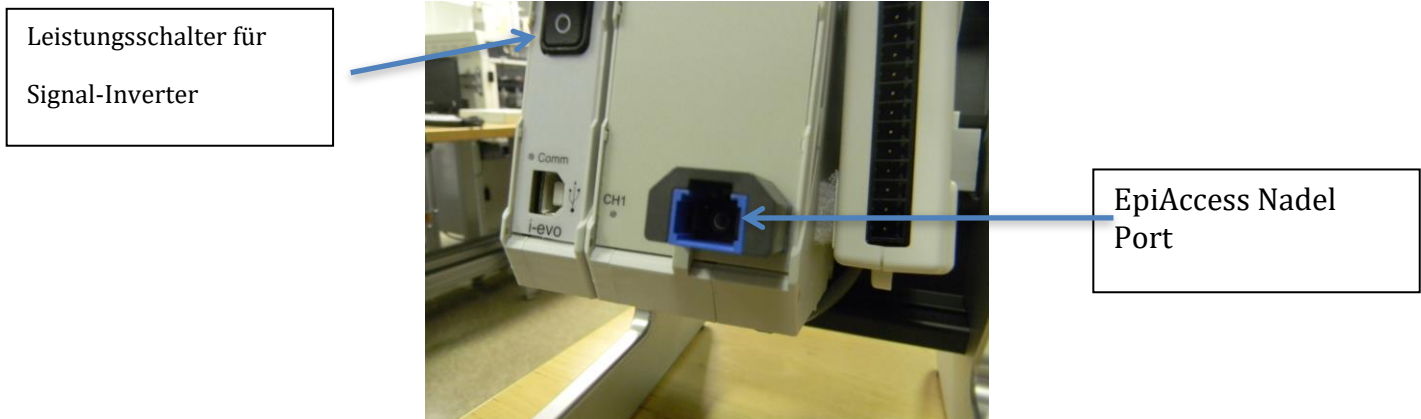

Abbildung 2 – Signalkonditionierungsbox – Vorderansicht (nur A0002)
2. Bei Verwendung der A0002 EpiAccess Kontrolleinheit befolgen Sie bitte die Anweisungen, die nachstehend unter der Abbildung 2 (Schritt 4 bis 6) zu finden sind.